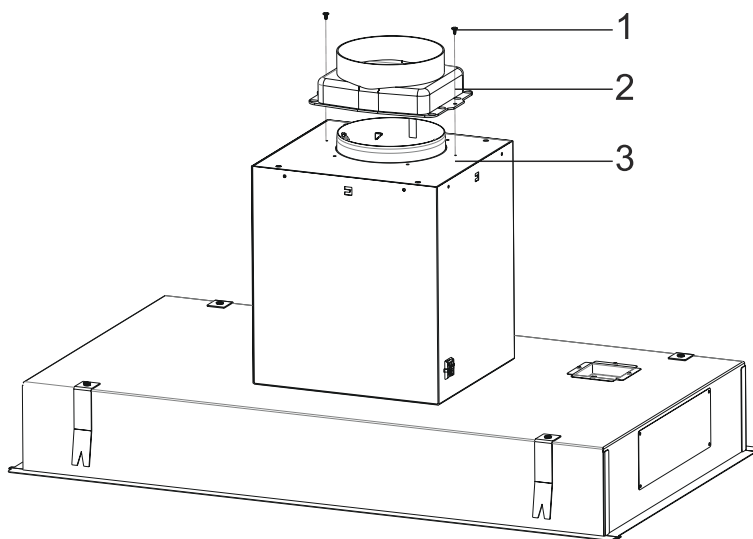

Fig. 12
1. ➔ Montera Ø150mm utsugsadapter med returspjäll på motorkabinettet med 2 x 3,5x9,5 skruvar (Fig. 12).